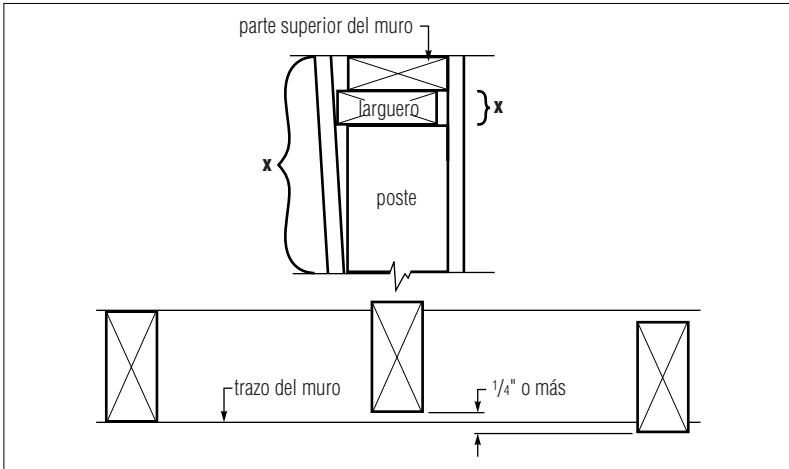

Fig. 10
**Causa:** Si el larguero superior y los postes están desalineados y se clava en los puntos "X" (Fig. 10) al colocar los paneles por ambos lados del muro, probablemente las cabezas de los clavos perforarán el papel o agrietarán el panel. Los miembros del bastidor que estén desalineados más de 1/4" respecto a los miembros adyacentes, hacen difícil que los paneles queden en contacto firme con todas las superficies de clavado.